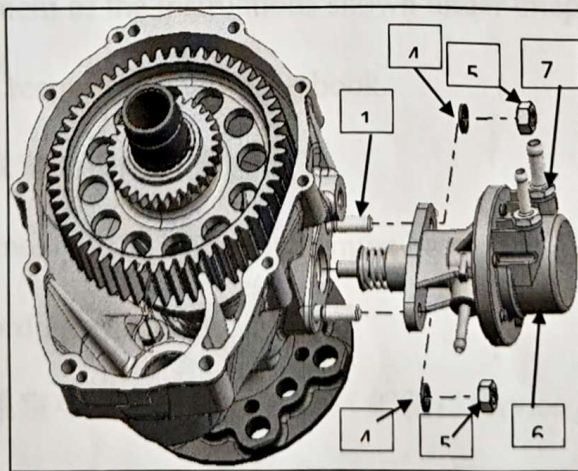

图 4 机械燃油泵装配示意图
2、如图 4 所示，将机械燃油泵⑥安装到传动箱上，将 2 件鞍型弹簧垫圈 $\phi 8$ ④分别套在双头螺栓上，取 2 件螺母 M8⑤在螺纹上涂抹乐泰 243 螺纹胶，拧入双头螺柱①，用定扭矩扳手、开口头 S13 将其拧紧 $(15 \pm 1)N \cdot m$ 。
3、油管接头卡箍⑦拧紧扭矩 $(4.5 \pm 0.5)N \cdot m$ 。